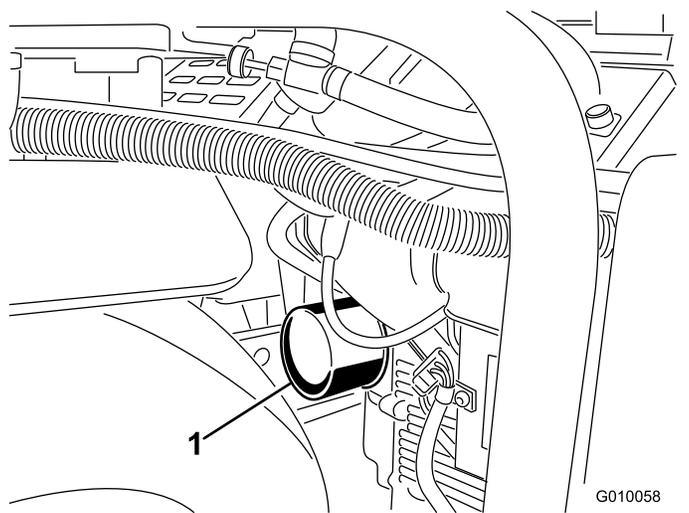
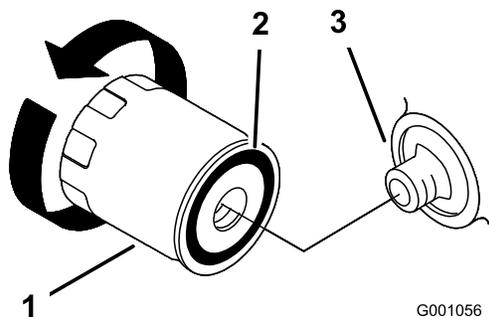

図 47
図 48
5. オイルを受けられるように、フィルタの下に浅い容器を置く 図 47。
6. オイルフィルタ(図 47)と(図 48)を外し、フィルタのアダプタガスケットの表面をきれいに拭く。